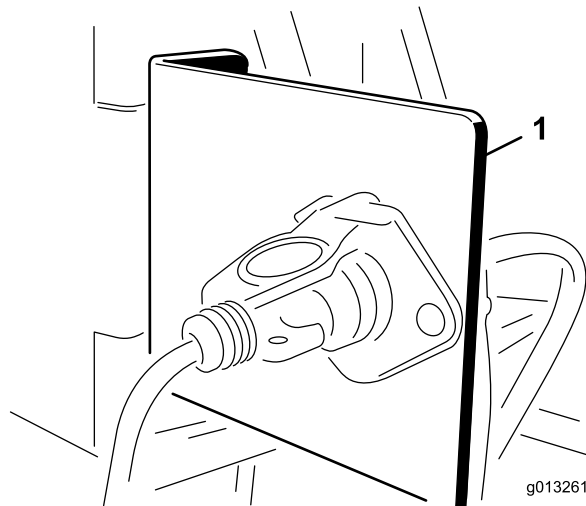

Figura 11
1. Montate la staffa a brugola in un punto fisso nella parte posteriore del veicolo di traino, utilizzando 1 delle staffe di montaggio in dotazione (Figura 11).